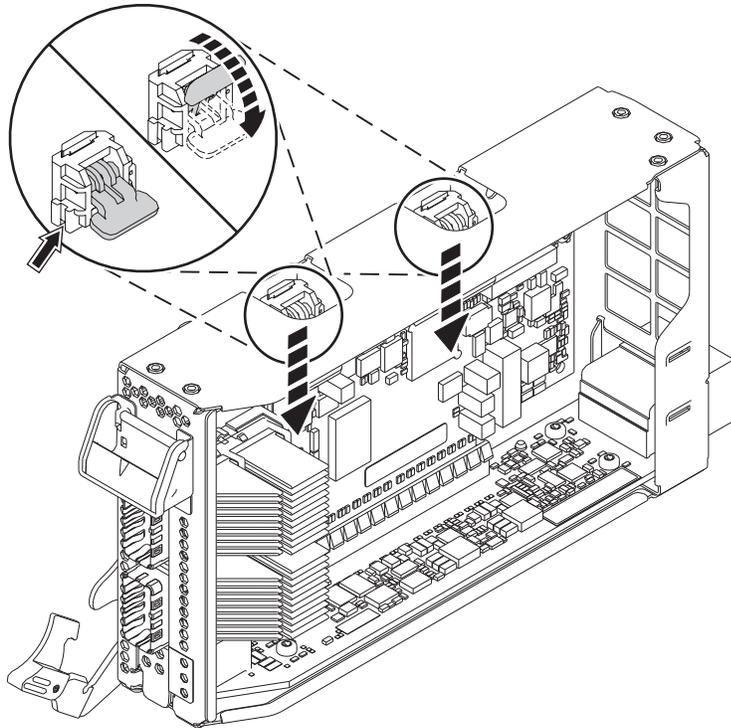

図 31. カセット・ラチェットのロック
d. カセットの上端にあるカセット・ラチェットを回転させて、アダプターを固定します。 33 ページの図 31 を参照してください。